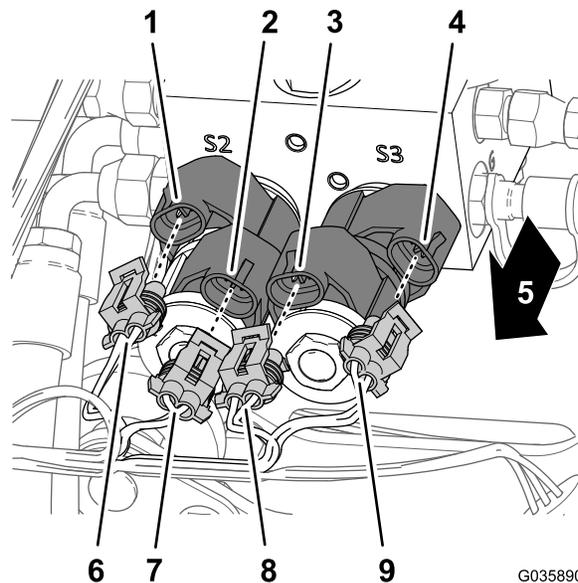

Figure 25
1. À l'avant du collecteur des vérins de levage, branchez les 4 connecteurs du faisceau de la rampe sonore aux solénoïdes de commande de levage des rampes, comme montré à la Figure 25.